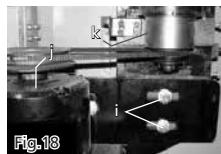

Fig.18
1. Afloje los dos pernos hexagonales (Fig.18-I).
2. Deslice el motor y el ensamblaje del soporte (J) lejos del cartucho de la flecha (K) hasta que la falta de tirantez sea eliminada de la correa.